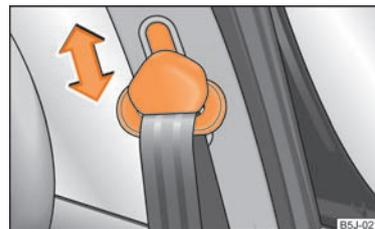

Abb. 95 Vordersitz: Gurthöheneinstellung
- Zum Einstellen drücken Sie auf den Umlenkbeschlag und verschieben ihn nach oben bzw. unten ⇒ Abb. 95.